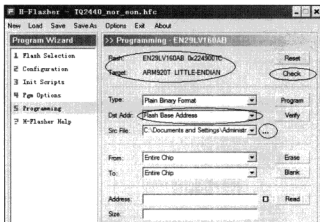

图 2-21 检测 Flash 型号
(5) 在 H-Flasher 窗口中，选择“Programming”，单击“Check”按钮，会显示出 Flash 型号，单击“Src File”框右边的“...”按钮，会弹出“打开”对话框，然后找到“Eint1.bin”，最后单击“Program”按钮即可实现程序下载，整体过程如图 2-21、图 2-22 所示。